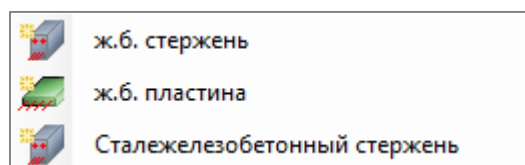

Рис. 2.358. Список железобетонных элементов
- **Железобетонные элементы** (кнопка  **Железобетонные элементы** ▾). В списке **Железобетонные элементы** приведены стандартные типы железобетонных сечений: железобетонный стержень, пластина и сталежелезобетонный стержень (рис. 2.358). Переход к необходимому типу сечения осуществляется щелчком мыши по выбранному элементу списка.